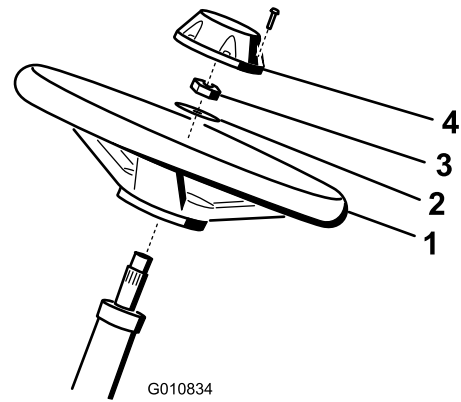

Bild 5
- Schieben Sie das Lenkrad auf die Lenkwelle (Bild 5).
- Schieben Sie die Scheibe auf die Lenkwelle (Bild 5).
- Befestigen Sie das Lenkrad mit einer Sicherungsmutter an der Welle und ziehen es auf 27-35 Nm an (Bild 5).
- Setzen Sie den Deckel auf und befestigen ihn mit sechs Schrauben am Lenkrad (Bild 5).